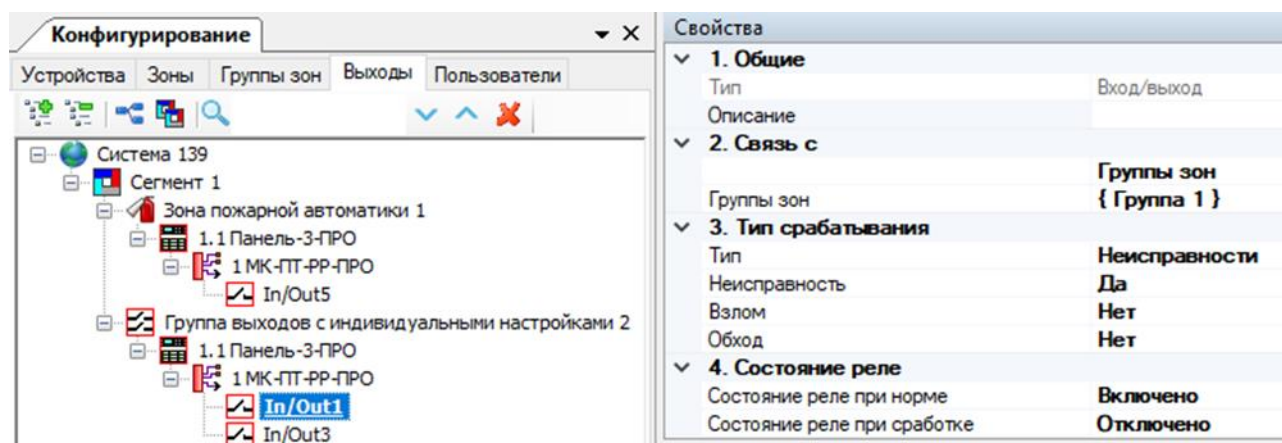

Рис. 44
- 2) Настроить сработку выхода 1 (Неисправность) по неисправности в выбранной группе зон (в которой находятся устройства, неисправность которых необходимо контролировать на Панели-ПТ) (см. рис. 44).